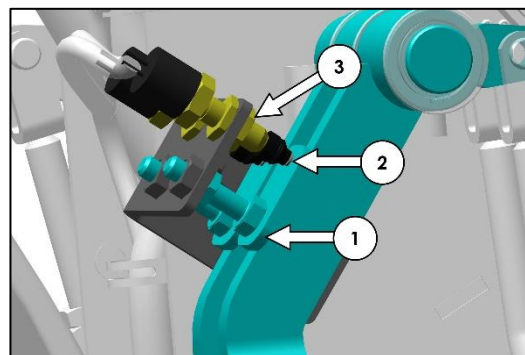

Fig. 295 : RÉGLAGE DES CONTACTEURS DE FREIN
2. Une fois cette condition vérifiée, amener la pédale en contact avec la vis butée (élément 1 sur la figure 295), puis monter les contacteurs (élément 2 sur la figure 295) en plaçant un écrou (élément 3 sur la figure 295) de chaque côté du support de fixation des contacteurs, tout en veillant à ce que ces derniers ne soient pas actionnés tant que la pédale effectue sa course libre de 17 mm depuis sa position initiale (vérifier que le voyant lumineux ne s'allume pas).